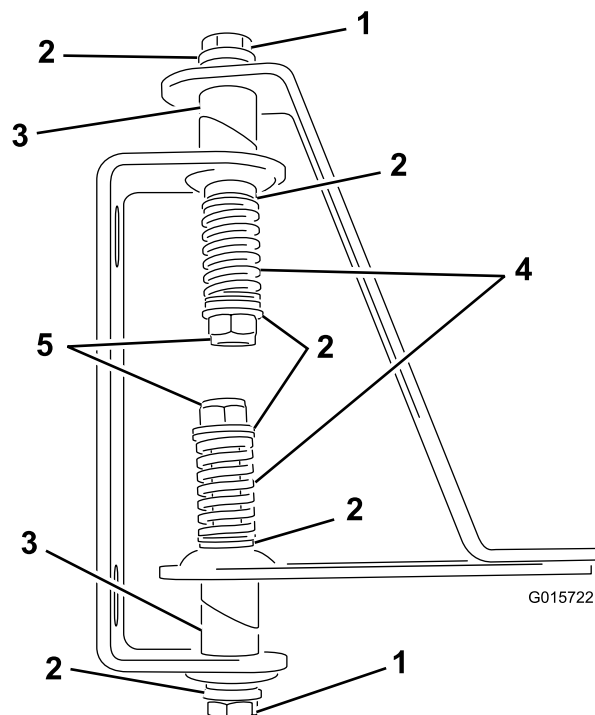

図 4
4. 蝶番に溶接されているチューブ、蝶番、ストラップにボルトを通す (図 4)。
- 各ボルトの端部にスプリングを取り付ける (図 4)。